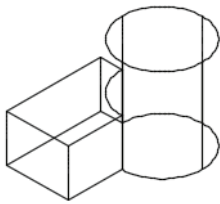

图 14-48 合并结果
- 3 选择要合并的对象。在本例中选择长方体，接着选择圆柱体，然后按〈Enter〉键，从而将所选的两个实体对象合并为一个实体对象，效果如图 14-48 所示。